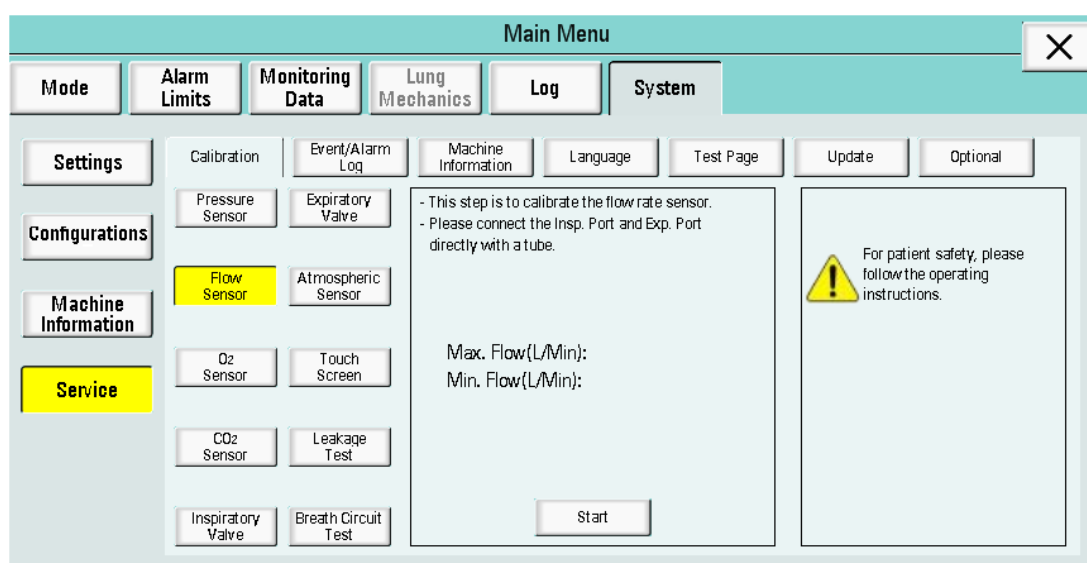

Figura 6-61
(2) Calibração do sensor de vazão: Clique em "Sensor de vazão" para entrar na interface. Uma mensagem é exibida: "Nesta etapa, é feita a calibração do sensor de vazão. Conecte as portas Insp. e Exp. diretamente com um tubo", como mostra a Figura 6-61.